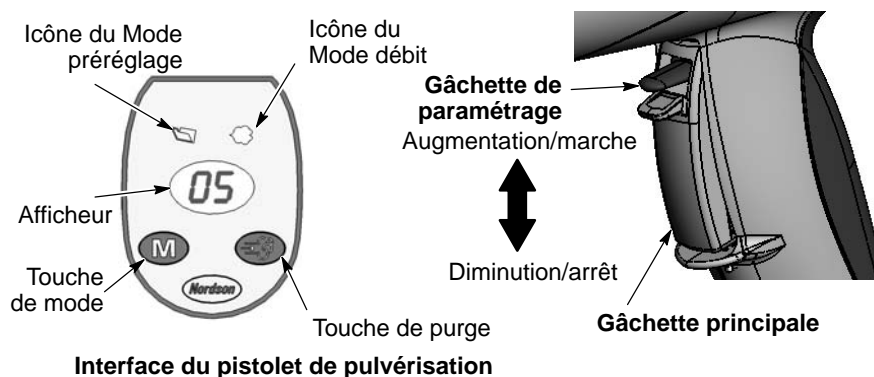

Fig. 3-2 Commandes du pistolet
1. Voir la figure 3-2. Relâcher la gâchette principale. Les pré réglages ne peuvent pas être modifiés pendant l'actionnement du pistolet.
1. Voir la figure 3-2. Appuyer sur la touche **Mode** jusqu'à ce que l'**icône Mode débit** s'allume.
1. Voir la figure 3-2. Diriger le pistolet de pulvérisation dans la cabine et relâcher la gâchette principale.